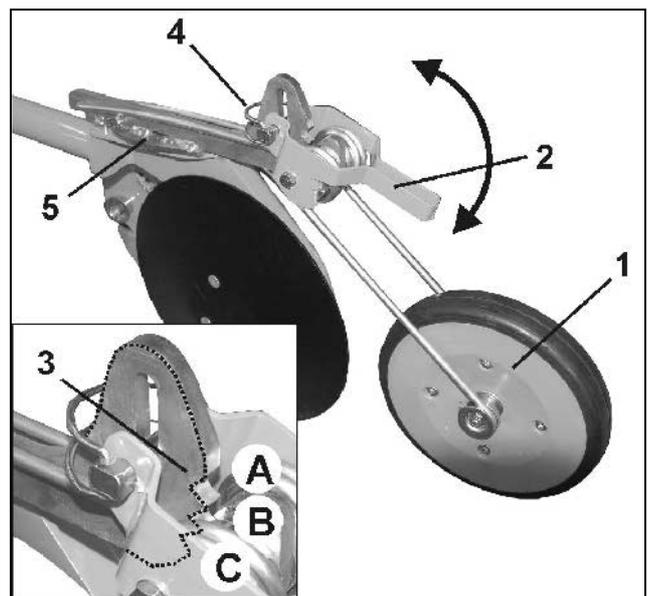

Fig. 17
La pression exercée par les roulettes de rappui de la semence (Fig. 17/1) est réglable sur 3 positions.
- Pivotez le levier d'arrêt (Fig. 17/2) vers le haut pour le débloquer.
La denture permet de régler la roulette de rappui de la semence sur 3 positions différentes (Fig. 17/1).
- Enlevez la goupille (Fig. 17/4).
2. Alignez la roulette de rappui à droite ou à gauche sur le support en tournant la vis sans tête (Fig. 17/5).